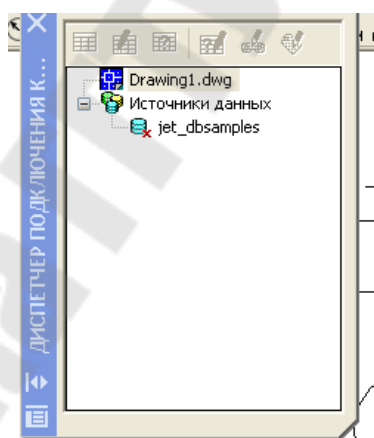

Рис. 12.2. – Диспетчер подключения к базе данных
1. Выполнить в AutoCAD команду Связь с БД (с помощью основного меню Сервис / Связь с БД, появится диалоговое окно Диспетчер подключения к базе данных (см рис.12.2).